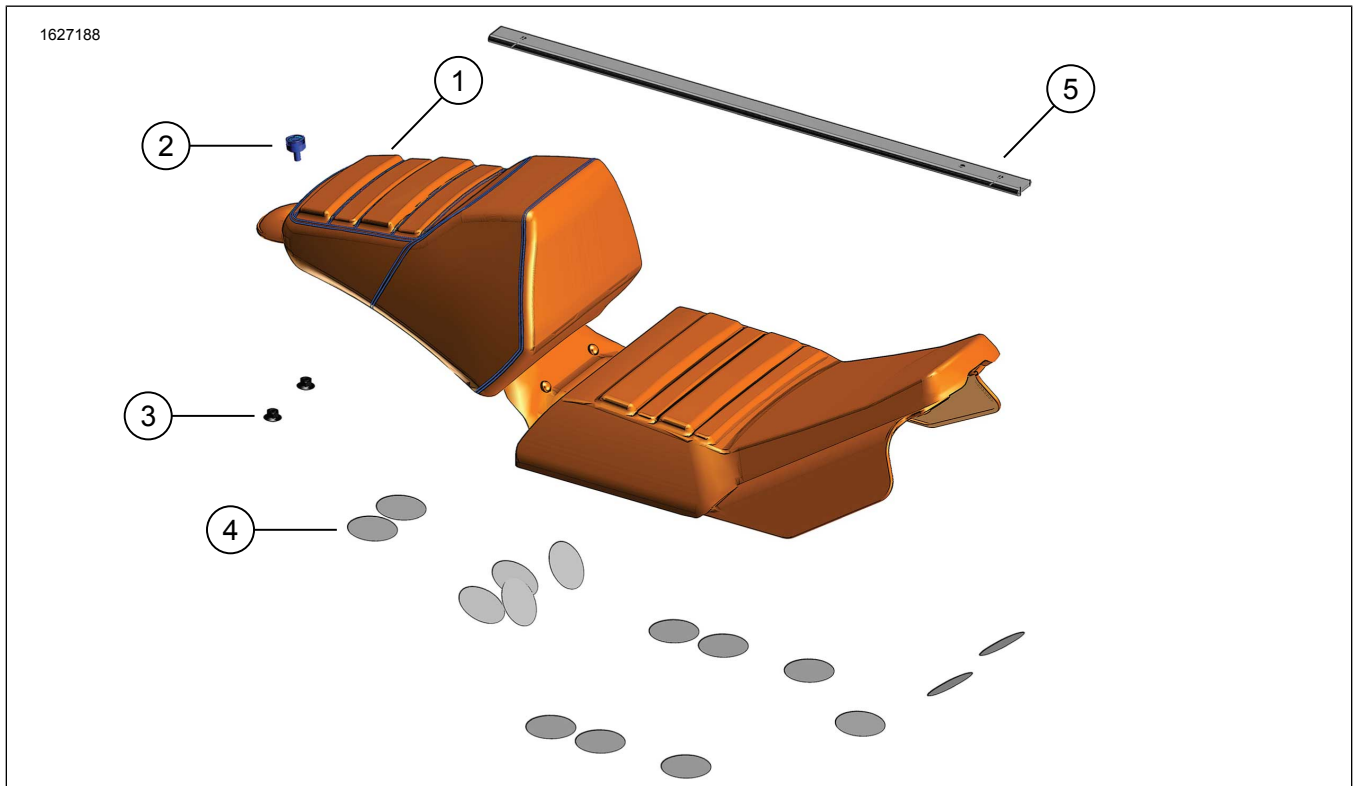
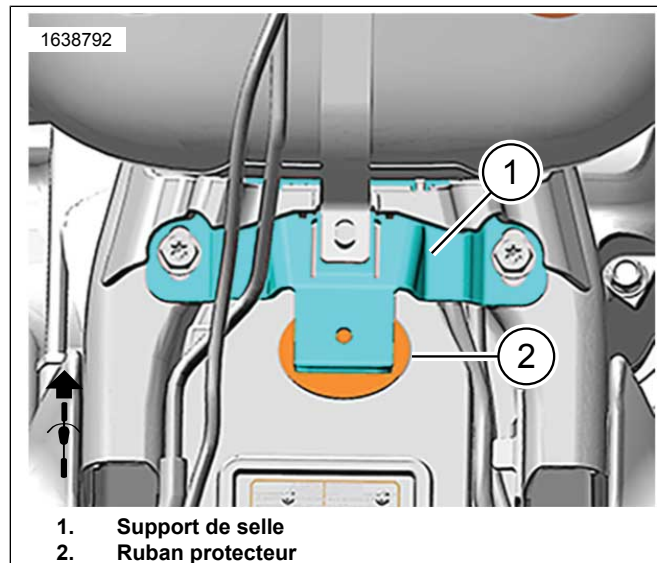

Figure 1. Contenu du kit : Selle
Figure 3. Ruban de protection / Support de siège
3. Voir la figure 1. Tester la fixation du siège (1) sur le véhicule.
4. **Modèles avec siège passager et selle pilote séparés:** Voir la figure 1. Retirer les écrous du garde-boue et remplacer-les par des écrous (3).
6. Appliquer du ruban de protection (3) sous chaque silent-bloc de pare-chocs en caoutchouc, y compris le réservoir de carburant.
7. Voir la figure 3. Appliquer du ruban de protection (3) au support sous la selle.
8. Placer le siège (1) en position.
12. Fixer le siège (1) au garde-boue avec la vis du siège (2). Serrer.